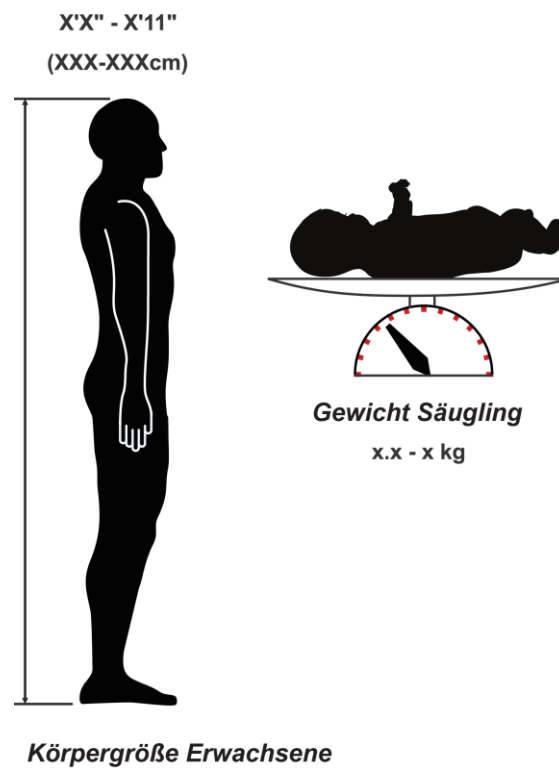

Abbildung 9: Messungen
- Größe des Patienten oder Gewicht des Säuglings (siehe Abbildung 9: Messungen)